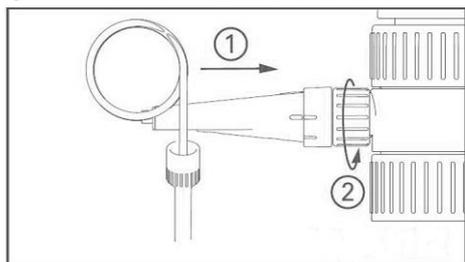
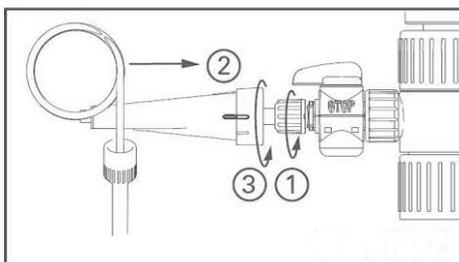

Fig.15 コイル状排出チューブ取付け
Fig.16 コイル状排出チューブ取付け
- ① 排出チューブを本体より取り外します。
- ② コイル状排出チューブを、角度に注意しながら本体に差し込み(Fig.15 ①)、固定ネジを時計方向に回して固定します。(Fig.15 ②)
- ③ フローコントロールコックに取付ける場合は、あらかじめコイル状排出チューブよりジョイント部品を取り外します。
- ④ コイル状排出チューブをフローコントロールコックに差し込み、固定ネジを時計方向に回して固定します。(Fig.16 ①)
- ⑤ カバーを矢印の方向にスライドさせます。(Fig.16 ②)
- ⑥ カバー根元部を矢印の方向に45度回して固定します。(Fig.16 ③)